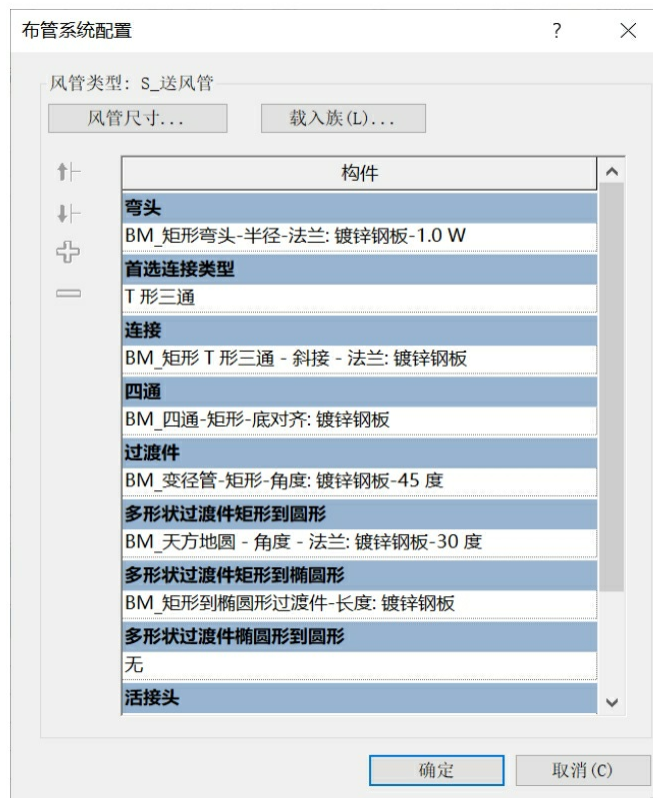

图2-62
(2) 设置风管的参数。修改管件类型如图2-62所示，如果在下拉列表中没有所需类型的管件，可以从族库中导入。